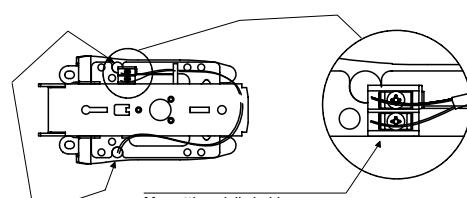

fig. 10
- д) В случае арт. 1A610/611/630/631 (без пластин предварительного закрепления) закрепить планку с фланцем на уровне косяка и замок к двери. Убедиться в том, чтобы расстояние между осью передних отверстий винтов закрепления замка и уровнем планки находилось в рамках доступа, так как планка снабжена "качающейся осью" с колебанием хода от 17,5 до 27,5 мм (рис. 9). В версиях с отдельным цилиндром, арт. 1A610 и 1A630, необходимо, чтобы во время монтажа цилиндра его язычок вошел в бородку хотя бы на 3 мм, но не больше 10 мм (в случае необходимости отрезать лишнее) (рис. 10).